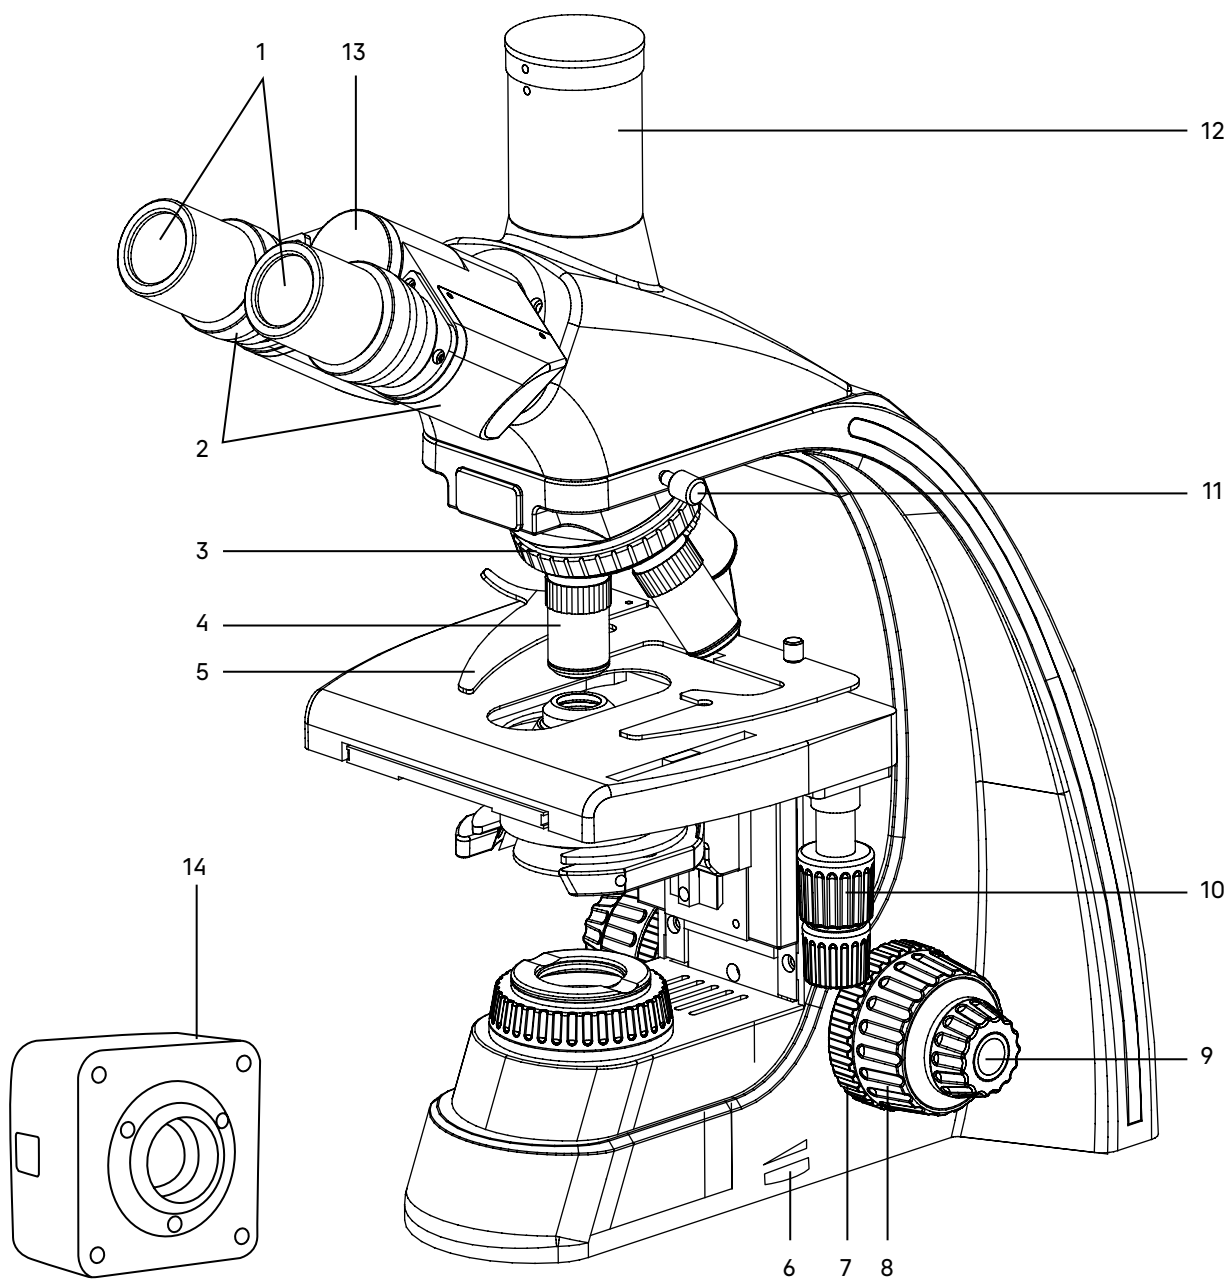
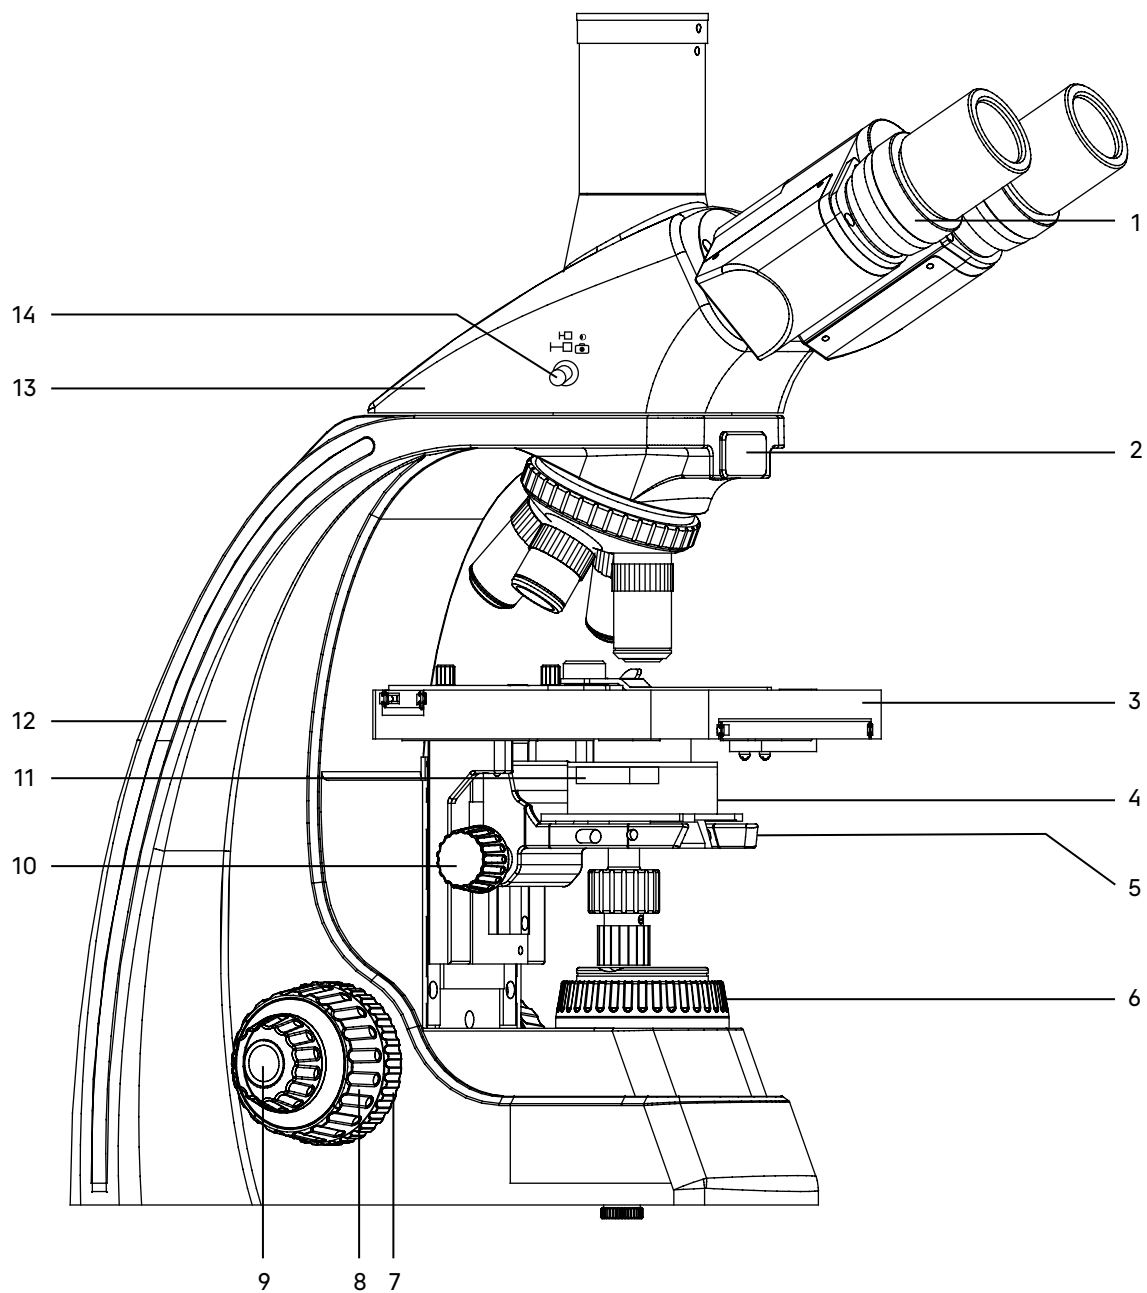

Рис. 1. Микроскоп MAGUS Bio D230. Вид справа
Рис. 2. Микроскоп MAGUS Bio D230. Вид слева
Общий вид микроскопа представлен на рис. 1 и 2.
Штатив 12 (рис. 2) представляет собой цельную конструкцию с основанием. Основание имеет Y-образную устойчивую эргономичную форму.
- револьвер 3 (рис. 1) с объективами 4 (рис. 1);
- предметный столик 3 (рис. 2);
- кронштейн конденсора 5 (рис. 2);
- коллектор в оправе с полевой диафрагмой 6 (рис. 2).
Ручка 6 (рис. 1) служит для регулировки напряжения питания источника света.
Фокусировка на объект осуществляется перемещением по высоте предметного столика 3 (рис. 2). Грубая фокусировка производится вращением коаксиальных рукояток 8 (рис. 1, 2), которые размещены по обеим сторонам штатива.
Тонкая фокусировка производится вращением рукояток 9 (рис. 1, 2), расположенных по обеим сторонам штатива. Тонкая фокусировка требуется для точного фокусирования на объект и для подфокусировки микроскопа на резкость изображения при смене объективов и препаратов.
Механизм регулировки жесткости хода грубой фокусировки 7 (рис. 1) – кольцо между штативом и рукояткой грубой фокусировки с правой стороны. С помощью кольца регулируется жесткость хода грубой фокусировки так, чтобы жесткость была комфортной для пользователя, но при этом столик не опускался самопроизвольно во время работы.
Рукоятка блокировки грубой фокусировки 7 (рис. 2) расположена с левой стороны. После завершения грубой фокусировки рекомендуется перевести рычаг в крайнее положение в направлении по часовой стрелке. Таким образом закрепится положение грубой фокусировки для быстрой рефокусировки после смены препарата.
Насадка 13 (рис. 2) обеспечивает визуальное наблюдение изображения объекта. Насадка устанавливается в отверстие штатива 12 (рис. 2) и закрепляется винтом 11 (рис. 1). Насадку при установке развернуть окулярами в сторону предметного столика.
Изменение межзрачкового расстояния в насадке осуществляется разворотом окулярных тубусов 2 (рис. 1) в пределах 48–75 мм. Значение расстояния, установленного в соответствии с глазной базой наблюдателя, отсчитывается по шкале на насадке 13 (рис. 1).
Механизм диоптрийной подвижки окуляров служит для компенсации аметропии глаз наблюдателя. Находится на левом окулярном тубусе – кольцо 1 (рис. 2).
В вертикальный тубус 12 (рис. 1) корпуса визуальной насадки (канал визуализации) для фиксации камеры (видеоокуляра) устанавливается переходник C-mount. Камера служит для вывода изображения на экран компьютера или монитор/телевизор. Переключение светового потока на вертикальный тубус производится рукояткой 14 (рис. 2). Рукоятка имеет два положения: 100/0 и 0/100.
В комплект микроскопа входят окуляры 1 (рис. 1). Окуляры имеют высокое положение выходного зрачка и предназначены для работы как в очках, так и без них.
Револьверное устройство 3 (рис. 1) обеспечивает установку пяти объективов 4 (рис. 1). Смена объективов производится вращением револьверного устройства за конусную рифленую поверхность до фиксированного положения.
Объективы 4 (рис. 1) рассчитаны на длину тубуса «бесконечность». Парфокальная высота объективов составляет 45 мм, линейное поле зрения в плоскости изображения – 20 мм. Рассчитаны для работы с препаратами с толщиной покровного стекла 0,17 мм или без покровного стекла. Микроскоп укомплектован объективами-ахроматами с увеличением 4х, 10х, 40х, 100х. Дополнительно возможна комплектация объективом-ахроматом 20х.
Конденсор 4 (рис. 2) установлен в кронштейн 5 (рис. 2) под предметным столиком микроскопа. Тип крепления конденсора – «ласточкин хвост». Конденсор устанавливается по направляющим при поднятом столике и опущенном кронштейне. Перемещение конденсора вдоль оптической оси микроскопа осуществляется с помощью рукоятки перемещения кронштейна конденсора 10 (рис. 2), расположенной слева от наблюдателя под столиком микроскопа. Диапазон перемещения конденсора – не менее 21 мм.
Конденсор имеет слот 11 (рис. 2) для установки слайдера темного поля или слайдера фазового контраста.
Двухкоординатный предметный столик 3 (рис. 2) обеспечивает перемещение объекта в двух взаимно перпендикулярных направлениях с помощью рукояток 10 (рис. 1), расположенных на одной оси.
У столика отсутствует выдвигная зубчатая рейка по оси X, что повышает эргономичность работы. Механизм с ременной передачей плавно перемещает объект. Объект крепится на поверхности столика препаратодержателем 5 (рис. 1), для чего прижим отводится в сторону. Препаратодержатель крепится к столику при помощи двух винтов. При снятом препаратодержателе объект можно перемещать рукой.
Встроенный в основание микроскопа осветитель включает коллектор в оправе с полевой диафрагмой 6 (рис. 2) и источник света – галогенную лампу или светодиод.
Включение осветителя осуществляется с помощью выключателя на задней панели штатива. Регулировка яркости осуществляется ручкой 6 (рис. 1).
Полевая диафрагма регулируется (открывается/закрывается) вращением кольца оправы 6 (рис. 2).